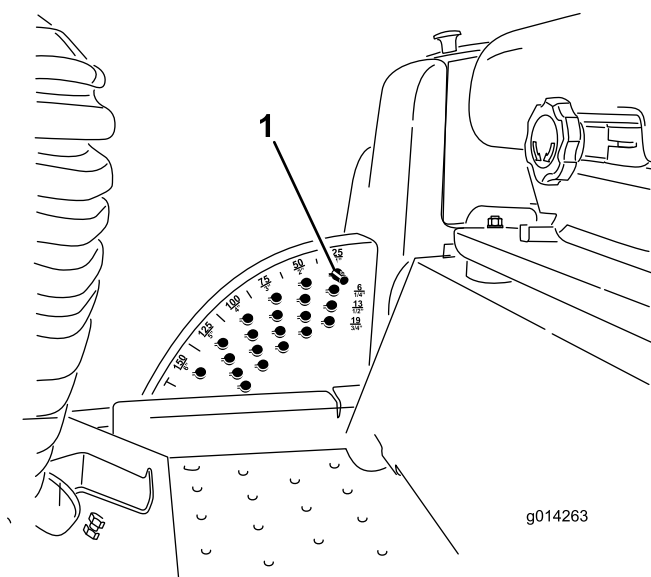

Рисунок 16
«Регулировка высоты скашивания») и установите его в положение, соответствующее высоте скашивания 15 см (Рисунок 16).
1. При работающем двигателе передвигайте переключатель подъема деки назад, пока дека газонокосилки не поднимется полностью, а затем немедленно отпустите переключатель (Рисунок 16).
2. Чтобы отрегулировать высоту скашивания, поверните стопорный штифт так, чтобы его выступы совпали с прорезями в отверстии кронштейна высоты скашивания, и вытащите штифт (Рисунок 16).
3. Выберите отверстие в кронштейне высоты скашивания, соответствующее необходимой высоте скашивания, вставьте штифт и, нажимая на него, поверните так, чтобы он зафиксировался в отверстии (Рисунок 16).
**Примечание:** На кронштейне есть четыре ряда отверстий (Рисунок 16). Верхний ряд дает вам высоту скашивания, указанную над штифтом. Второй ряд дает вам указанную высоту скашивания, плюс 6 мм. Третий ряд дает вам указанную высоту скашивания, плюс 12 мм. Четвертый ряд дает вам указанную высоту скашивания, плюс 18 мм. Для положения 15,8 см есть только одно отверстие, расположенное во втором ряду. Это положение соответствует высоте скашивания 15,8 см, и к нему не добавляется 6 мм.